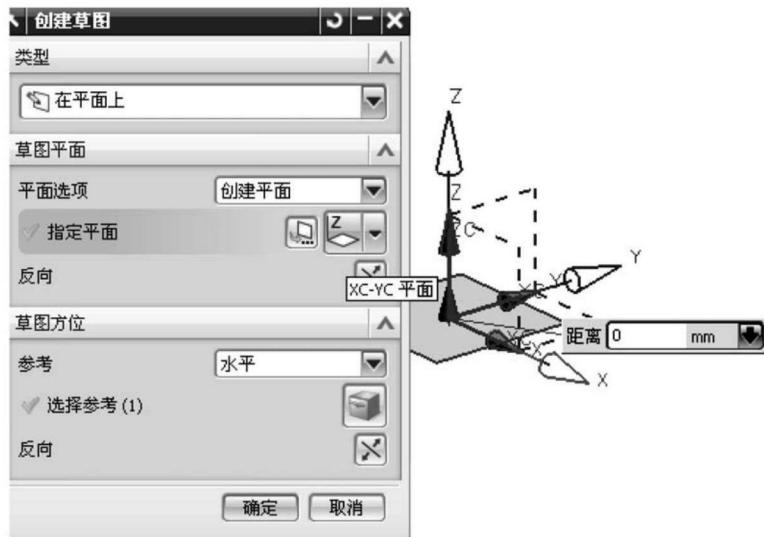

图 1.3 草图平面设置
(2) 单击“插入”—“草图”或者单击“草图”工具按钮 进入创建草绘界面,“平面选项”选为创建平面,选择 XC-YC 平面,进入草图界面。图 1.3 所示为草图平面的设置。